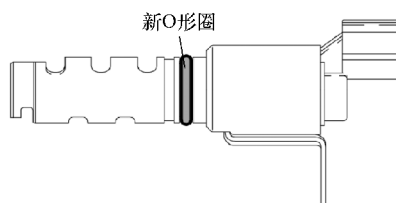

图 12-20 在 O 形圈上涂抹机油
6) 安装凸轮轴正时机油控制阀总成。如图 12-20 所示，在新 O 形圈上涂抹一薄层机油，并将其安装到机油控制阀上。